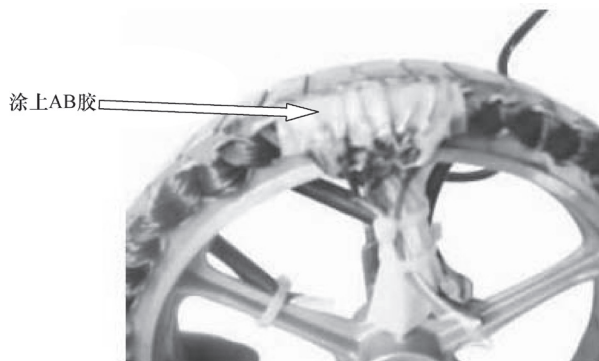

图 7-22 将 AB 胶涂在绝缘纸上
12) 将 AB 胶涂在绝缘纸上, 如图 7-22 所示, 以固定霍尔元件引脚, 避免松动而影响电动机的性能。